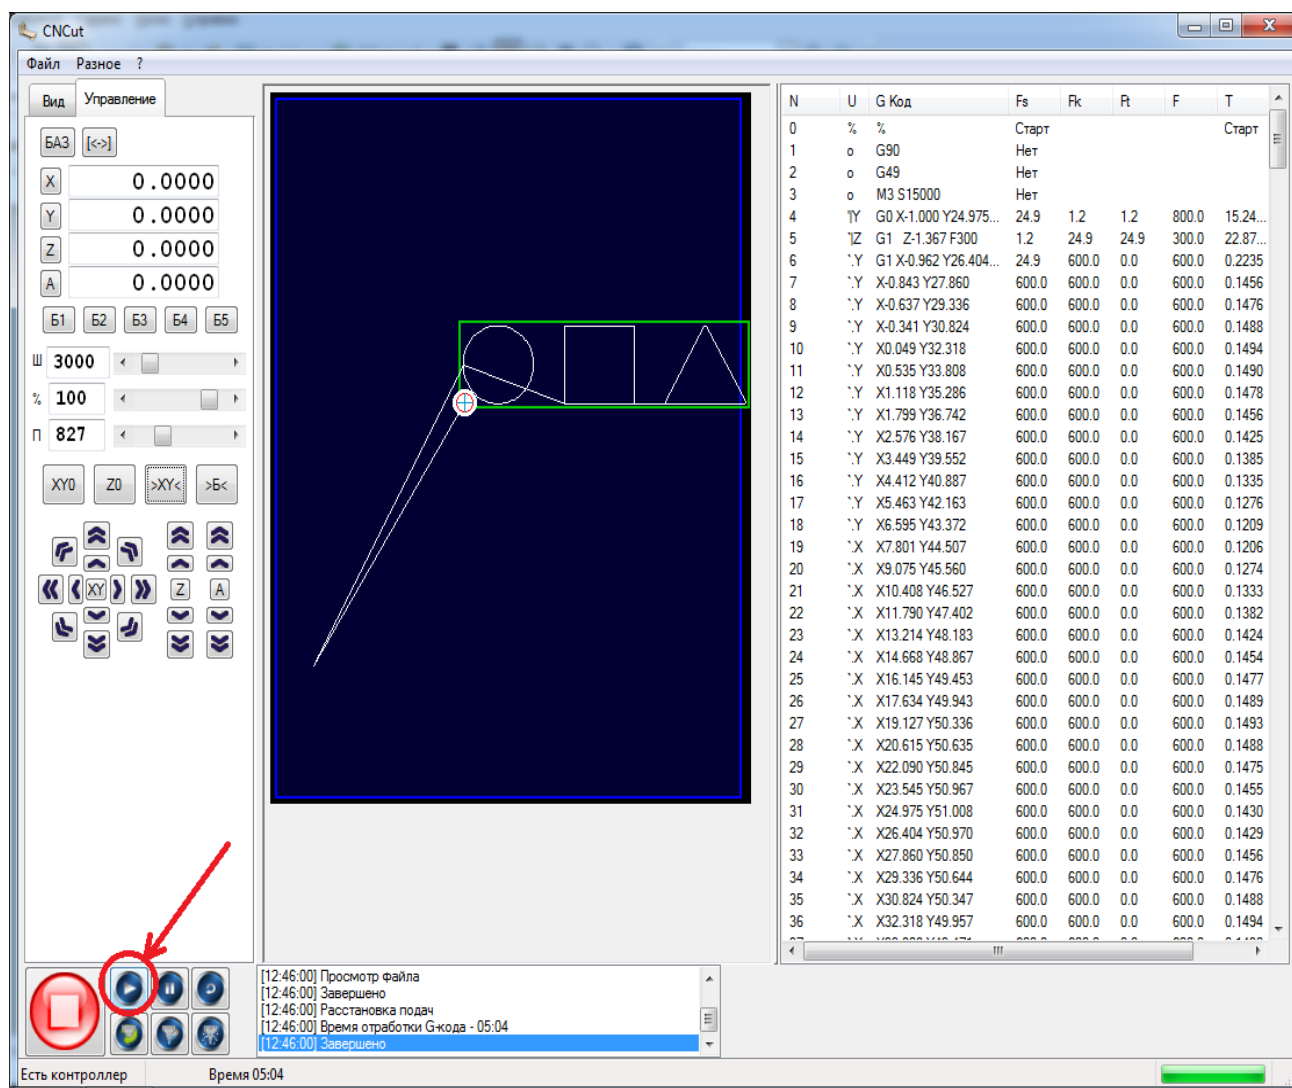

Рисунок 64. Старт обработки.
70. Для начала работы, нажмите кнопку «Старт». Станок начнет выполнение УП, рисунок 64